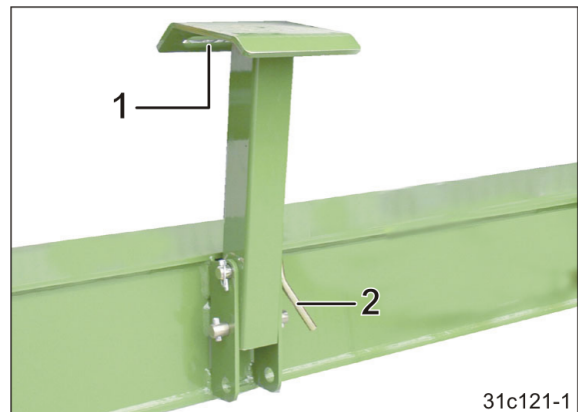

Fig. 124
15. Den Stützfuß hochklappen, mit dem Bolzen (Fig. 124/1) abstecken und mit dem Klappstecker sichern.